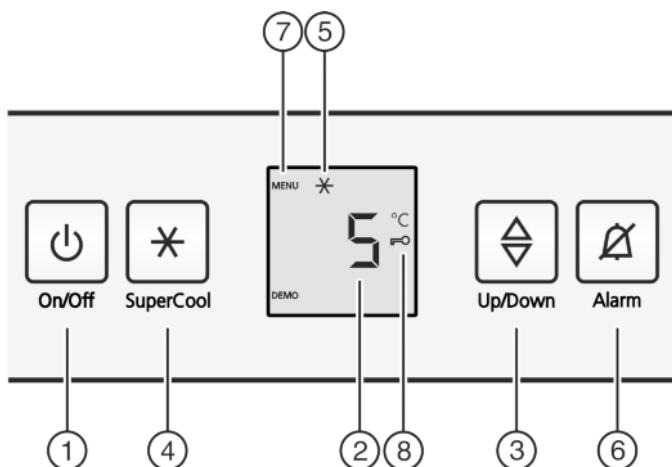

Fig. 2
- Нажать кнопку On/Off Fig. 2 (1).
- Нажмите кнопку «SuperCool» Fig. 2 (4) и удерживайте ее прим. 5 секунд.
- На индикаторе будет отображаться символ «Меню» Fig. 2 (7).
- Для подтверждения нажать и отпустить кнопку «SuperCool» Fig. 2 (4).
- На индикаторе горит символ «Защита от детей» Fig. 2 (8).
- Нажать и отпустить кнопку «On/Off» Fig. 2 (1).
- Нажмите кнопку Alarm Fig. 2 (6).
- Активация модуля регулировки температуры: нажмите кнопку настройки Fig. 2 (3).
- Температуру меняйте ступенями по 1 °C: нажмите кнопку настройки Fig. 2 (3) до тех пор, пока на индикаторе температуры не будет высвеченa требуемая температура.
- Коротко нажмите кнопку SuperCool Fig. 2 (4).
- На индикации горит символ SuperCool Fig. 2 (5).
- Символ SuperCool Fig. 2 (5) на индикации гаснет.